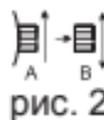

рис. 2
**Технические данные механизма: 2650 РВ/С (рис. 2):**